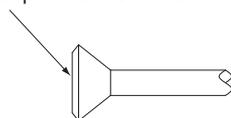

Fig. 14
- Per il collegamento svasato, coprire esclusivamente con etere od olio di estere la superficie interna della svasatura. (Fare riferimento alla Fig. 14) Successivamente, ruotare il dado svasato 3 o 4 volte con la mano e avvitarlo.